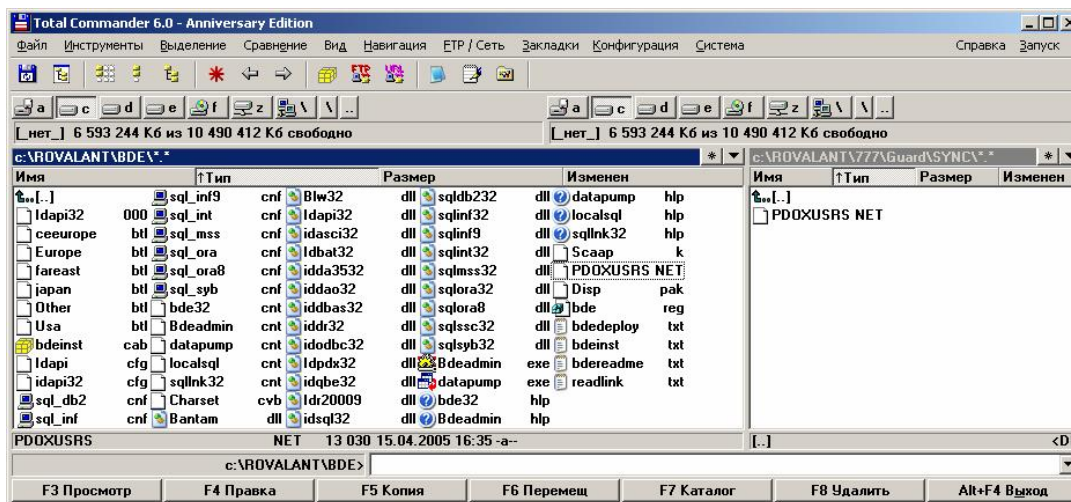

Рисунок 9.
1.10 Создайте в на сервере в каталоге **C:\ROVALANT\777\Guard** папку **SYNC** и скопируйте в неё файл **C:\ROVALANT\BDE\PDOXUSRS.NET** (Рисунок 9)